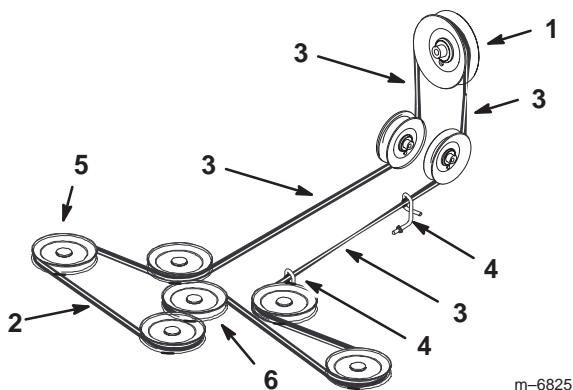

Figure 70
5. Installez la courroie neuve autour des poulies d'axe et de la poulie de tension du plateau de coupe, dans les guides de courroie, dans l'ensemble bras de tension arrière et l'embrayage (Fig. 70).
Important Vérifiez le vrillement de la courroie entre les poulies. Il doit être conforme aux spécifications de la Figure 70.